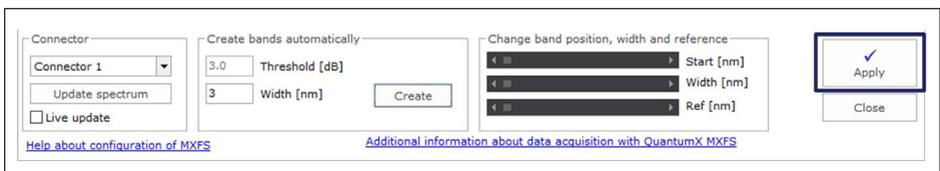

Fig. 5.13 Application des définitions dans l'appareil
- Appuyez sur **Apply** (Appliquer) pour que les modifications soient transférées vers l'appareil (Fig. 5.13).